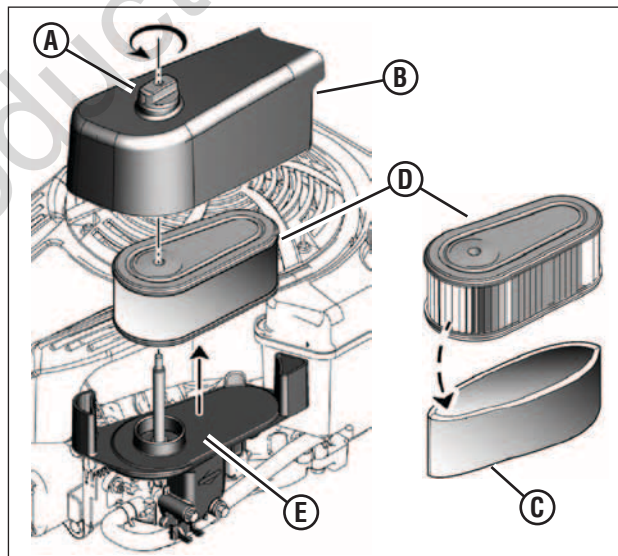

Figure 14 : Filtre à air et préfiltre
1. Enlever la fixation (**A**, **Figure 14**) et le couvercle du filtre à air (**B**).